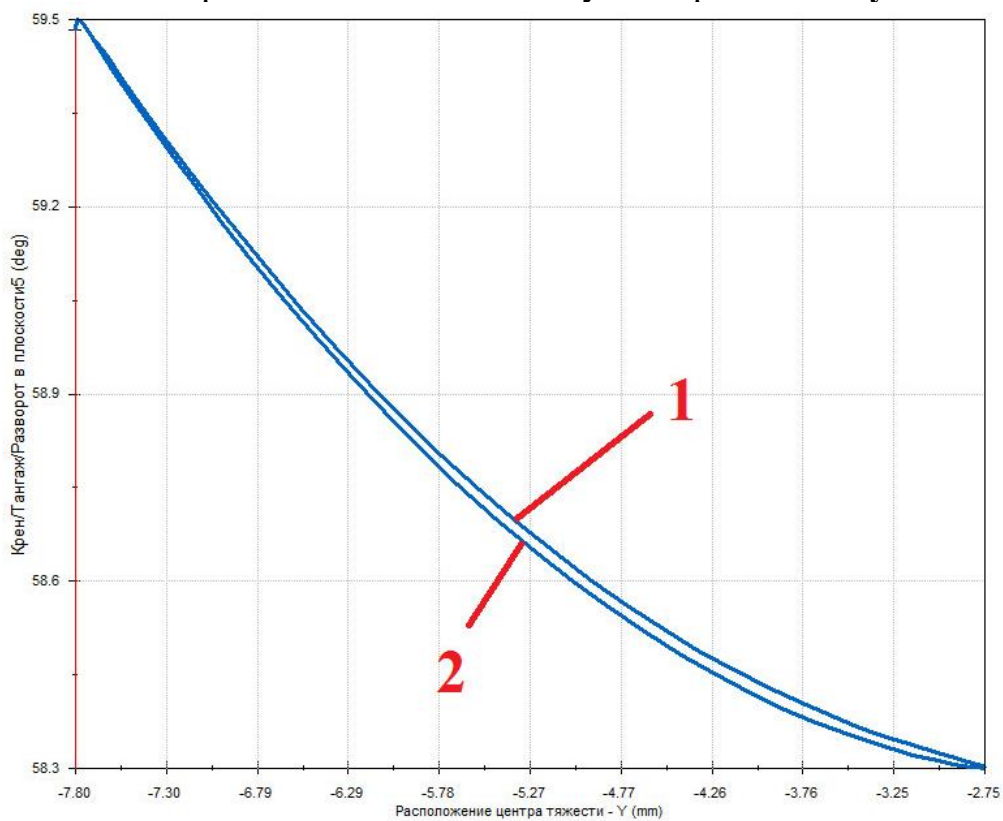

Рис. 10. Графічна залежність **Toe angle** від вертикального переміщення центра маси колеса.
- Перегляньте одержані епюри (рис. 10)
Порівняйте графічну залежність на рис.8 з графічною залежністю на рис. 10. Як виходить з аналізу рисунку 10, використання податливих втулок дозволило одержати більш точні результати (на рисунку є 2 лінії, котрі не зливаються). Дві лінії вказують на наявність деякого «просідання» втулок, що більш реалістично відображає поведінку реальної підвіски.